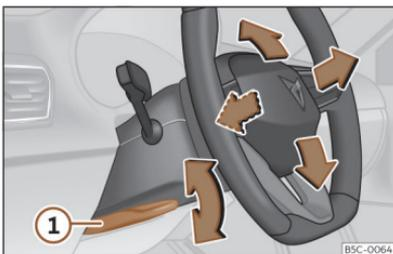

Fig. 94 Palanca en la parte inferior del lateral izquierdo de la columna de dirección.
- Tire de la palanca >>> **fig. 94 ①** hacia abajo, mueva el volante hasta la posición deseada y vuelva a subir la palanca hasta el punto de cierre.
- Tras ajustar la columna de la dirección, empuje firmemente la palanca >>> **fig. 94 ①** hacia arriba para que el volante no cambie de posición accidentalmente durante la marcha.